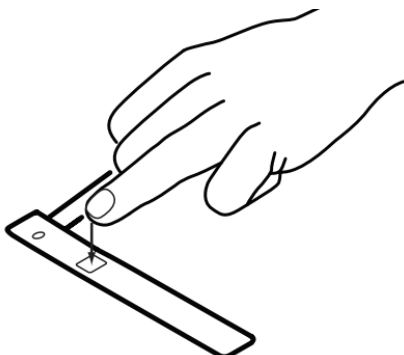

Fig. 15-15 Colocación sensor NEO en ADL.
1. Consulte la Fig. 15-15. Oriente el cable del sensor de modo que corra por el dorso de la mano. Coloque el detector en la parte carnosa del dedo. Como alternativa, también se puede colocar el sensor en un dedo del pie (no se muestra).